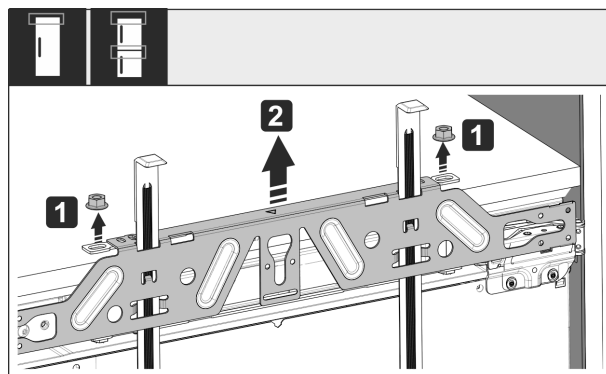

Fig. 54
- Uvoľnite poistné matice Fig. 54 (1).
- Odoberte upevňovaciu traverzu Fig. 54 (2).